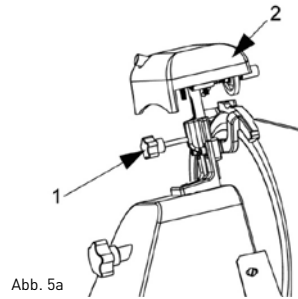
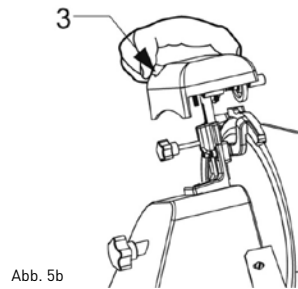

Abb. 5a
Abb. 5b
- das Einstellrad abdrehen (Pos.1, Abb.5a), die Schärfeinrichtung bis zur Position anheben (Pos.2, Abb.5a), in der sie blockiert und um 180° drehen. Danach schiebt man sie bis zum Ende, und zwar so, dass sich die Schneide des Messers zwischen zwei Schärfeinrichtungen befindet. Stellrad blockieren;
- Schneidemaschine einschalten, die Taste auf die Position „I“ (ON) umschalten;
- den Knopf (Pos.3, Abb.5b) drücken und ermöglichen, dass die Schneide des Messers ungefähr 30/40 Sek. lang an der Schärfeinrichtung reibt, bis sich an der Kante der Schneide des Messers Grat bildet;